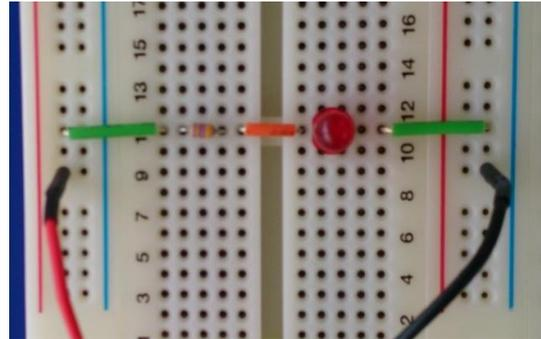

図 3.4
- ・ ブレッドボードの内部配線を十分に理解すること(図 3.4 の回路はショートしている).